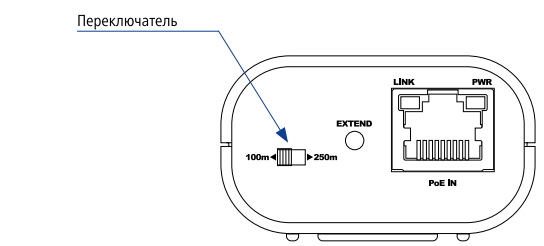

Рис. 2
4. Для передачи данных и питания на увеличенное расстояние переключатель необходимо перевести в положение 250 м. (рис. 2)